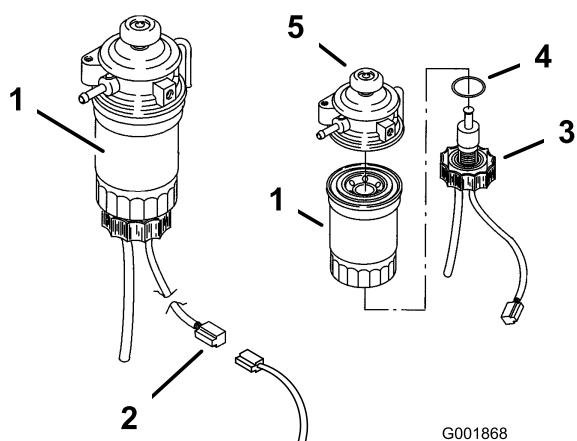

Figura 48
6. Togliete il tappo di spurgo e gettate via l'o-ring (Figura 48).
8. Montate a mano un filtro nuovo avvitandolo finché la guarnizione non tocca la sede, quindi serrate di un altro terzo di giro (Figura 48).